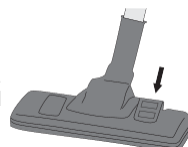

Abbildung 4 Weicher oder harter Untergrund
5. Stellen Sie die Saugdüse für das Saugen eines harten oder weichen Untergrunds ein, indem Sie mit dem Fuß auf den Schalter drücken, siehe Abbildung 4. Bei einem harten Untergrund drücken Sie auf die Rückseite des Schalters, sodass die Borsten aus der Kombisaugdüse herausstehen. Bei einem weichen Untergrund drücken Sie auf die Vorderseite des Schalters.